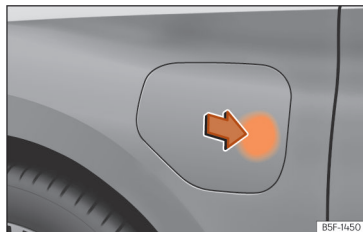

Fig. 58 Abertura da tampa da tomada de carregamento.
- Pressione a tampa da tomada de carregamento da bateria na zona da seta para abri-la »» Fig. 58.